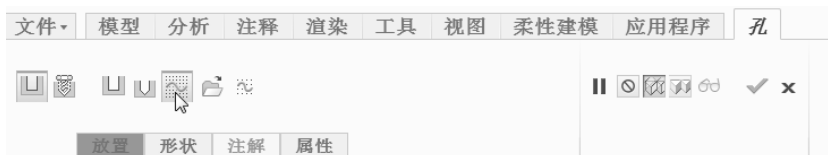

图 6-14 “孔”选项卡
- 2) 在“孔”选项卡中单击  (创建简单孔) 按钮, 接着单击  (使用草绘定义钻孔轮廓) 按钮, 此时“孔”选项卡如图 6-14 所示。